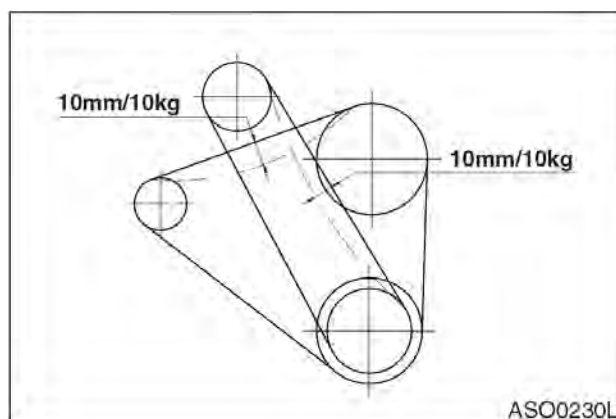

Рис. 45
2. При выключенном двигателе проверить натяжение ремня вентилятора, нажав на ремень сверху посередине между шкивом вентилятора и шкивом генератора. Ремень должен провисать примерно на 10 мм. См. рис. 45. Для регулировки ремня ослабить регулировочные анкерные болты генератора, отрегулировать натяжение ремня и вновь затянуть болты.